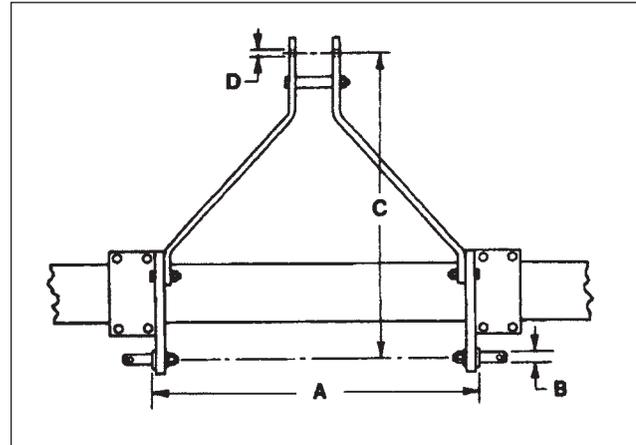

FIG. 78
**FIG. 78 :** Afin de s'adapter à différents équipements, le bras arrière est normalisé en fonction de l'encombrement, de la taille des broches, etc. cela permet d'utiliser alternativement des équipements avec un minimum de réglages tant que la taille ou la « catégorie » correspondante est respectée.